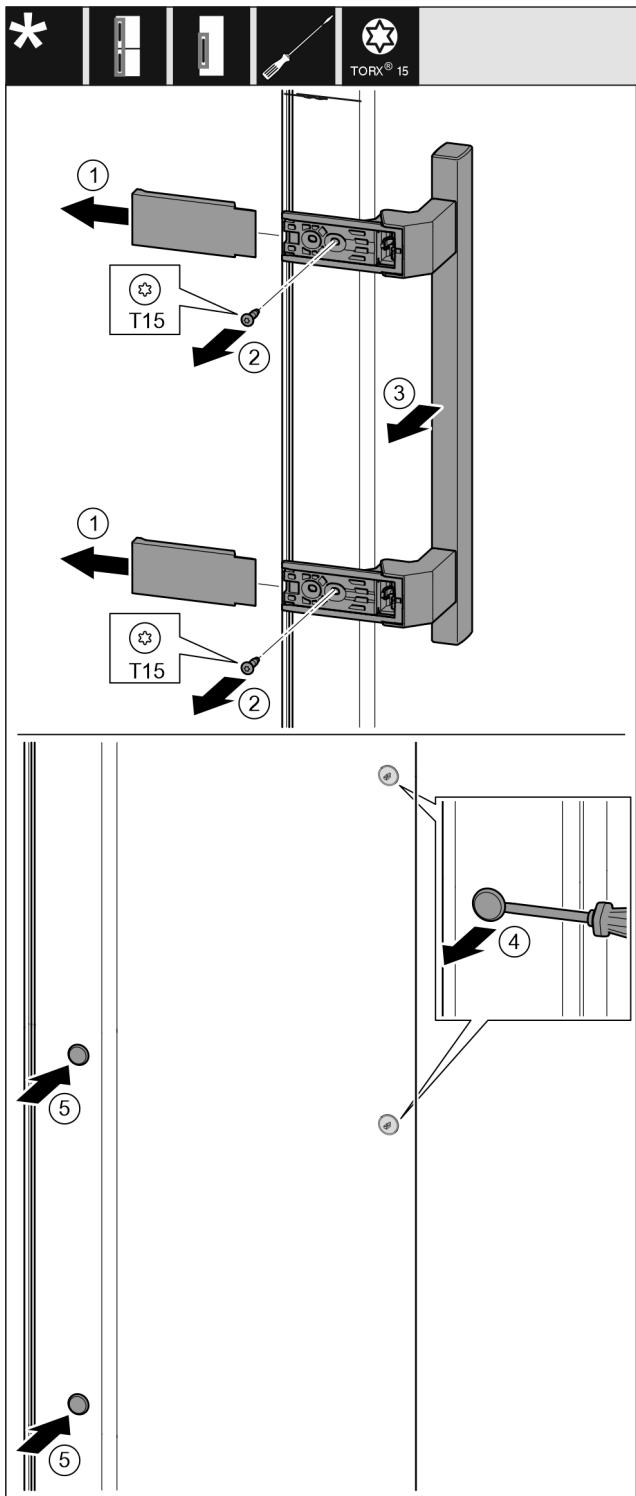

Fig. 16
- Снимите крышку. Fig. 16 (1)
- Выкрутите винты отверткой T15. Fig. 16 (2)
- Снимите ручку. Fig. 16 (3)
- Осторожно приподнимите шлицевой отверткой боковые заглушки и выньте их. Fig. 16 (4)
- Снова вставьте заглушки с другой стороны. Fig. 16 (5)